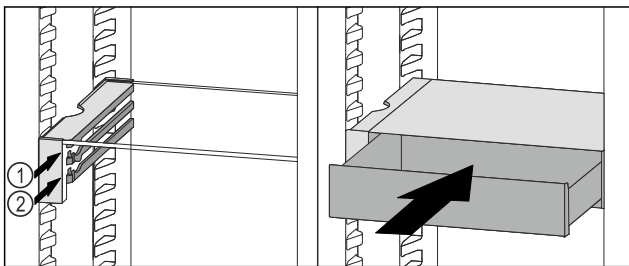

Fig. 125
- ▶ VarioSafe-Schubfach hinter den Stopperrn auf gewünschter Rippe Fig. 125 (1) oder Fig. 125 (2) aufsetzen.